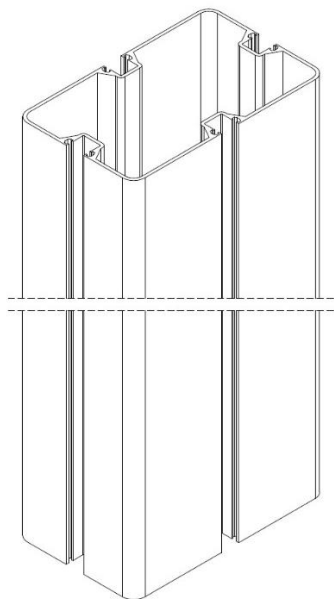

Fig. 2
- fig. 2 przedstawia w widoku perspektywicznym wzór przemysłowy profilu o zewnętrznym obrysie zbliżonym do prostokąta.